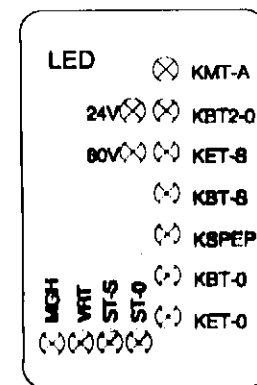

Fig.12 Панель светодиодов
2. Отключить разъем главного питания X1-4-1. Светодиод 24V горит, а светодиод 80V тухнет. См. Рис. 12.